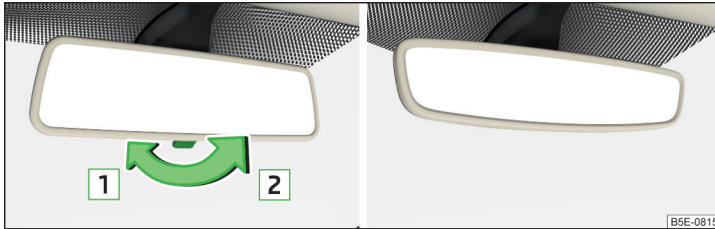

Abb. 82 Innenspiegel: mit manueller Verdunkelung / mit automatischer Verdunkelung
**Spiegel mit manueller Verdunkelung** » Abb. 82
Die Spiegelverdunkelung » Abb. 82 wird nach dem Motorstart automatisch gesteuert.